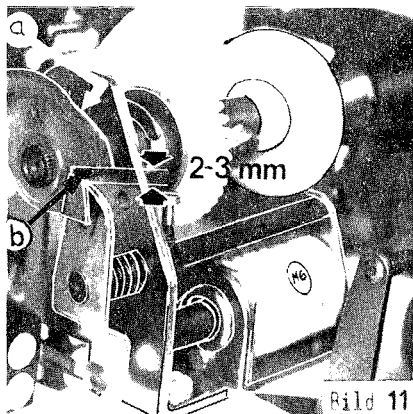

Bild 11
Die Steuerscheibe (Bild 11) ist dann richtig eingestellt, wenn, mit dem Greifarm in Ruhestellung, 1. die Welle des Greifarms kein Längsspiel hat (Unterlegscheiben bei -a-); 2. ein Abstand von 2 - 3 mm bei -b- zwischen Stufenwinkel und Steuerscheibe ist;
The Hold-Out Cam (Bild 11) is properly positioned if there is (use 2 mm Allen head wrench for adjustments):
a) no free travel for the gripper arm's shaft (shims -a-, Bild 11)
Le disque de commande doit être réglé de façon que le bras étant en position repos (fig. 11).
2) Il y ait une distance de 2 à 3 mm en -b- fig. 11 entre le levier et le disque de commande.
Der Mikroschalter K 10, -Löschmagnet-Umschalter- (Bild 11), ist umgeschaltet, wenn der Greifarm in B-Seiten-Spielstellung steht. Einstellung durch Lockern und Versetzen des ganzen Schalters; der Schalterhebel darf nicht gegen den Körper des Schalters drücken.
Cancel Transfer Switch K10 (Bild 11) needs to be actuated with overtravel when the changer is in B-side play position. Adjust by positioning the entire switch.
Le micro-contact K10 (commutateur des bobines d'annulation) fig. 11. Il commute lorsque la pince serre disque se trouve en position de jeu face B. Réglage en dévissant les vis de fixation. Le levier ne doit pas toucher le corps du contact. La pince étant en position de repos, (position neutre de l'électroaimant face A) le contact doit avoir de nouveau commuté.